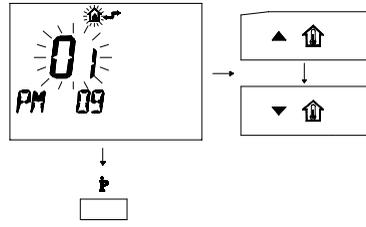

fig. 9.9
- 4 Per modificare il **SET** programmato agire sui pulsanti ▲ o ▼ e aspettare che il numero programmato cominci a lampeggiare (fig. 9.9)